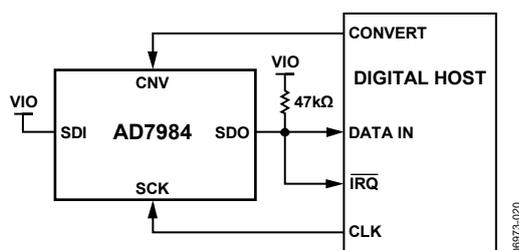
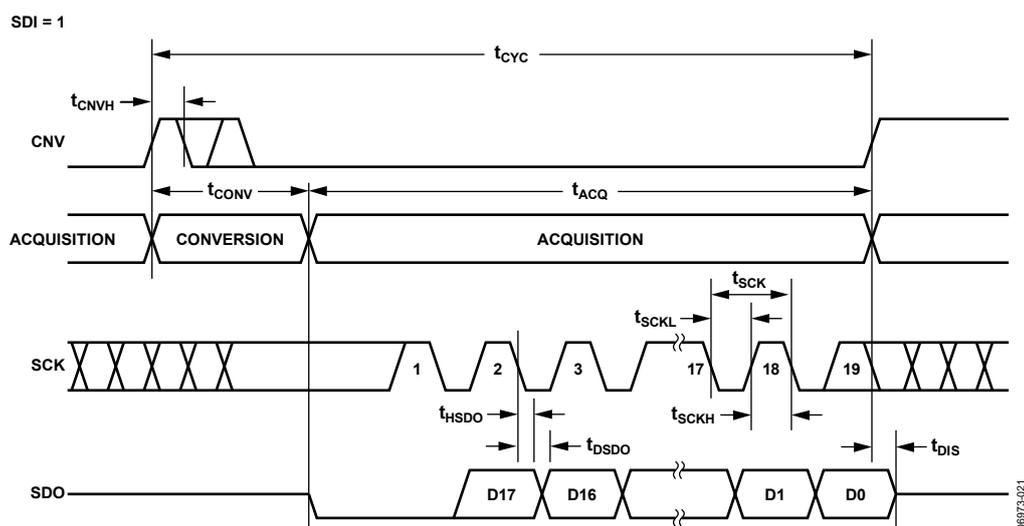

図30. CS モード 3 線式、ビジー表示ありの接続図(SDI ハイ・レベル)
図31. CS モード 3 線式、ビジー表示ありのシリアル・インターフェース・タイミング(SDI ハイ・レベル)
- $\overline{\text{CS}}$ モードでは、ADC 変換が終了したとき CNV または SDI がロー・レベルになった場合(図 31 と図 35 参照)。
接続図を図 30 に、対応するタイミングを図 31 に、それぞれ示します。